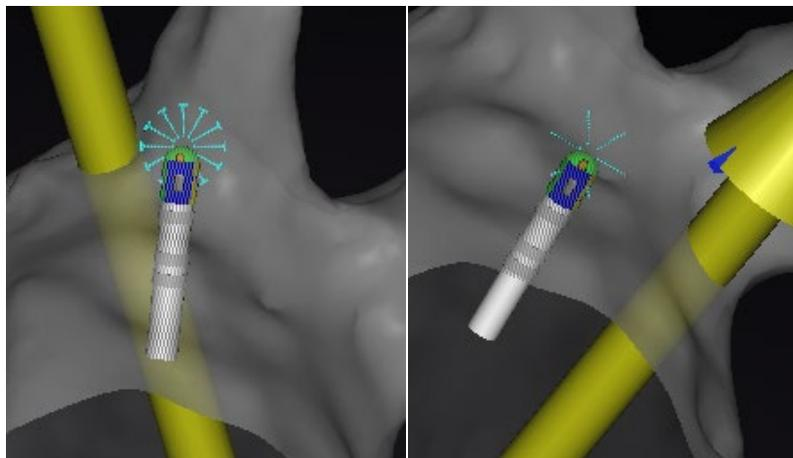

Figure 7. Starburst indique : contact optimal (gauche) ; en contact (droite)
- Contact optimal (**Figure 7, gauche**)
- En contact (**Figure 7, droite**)